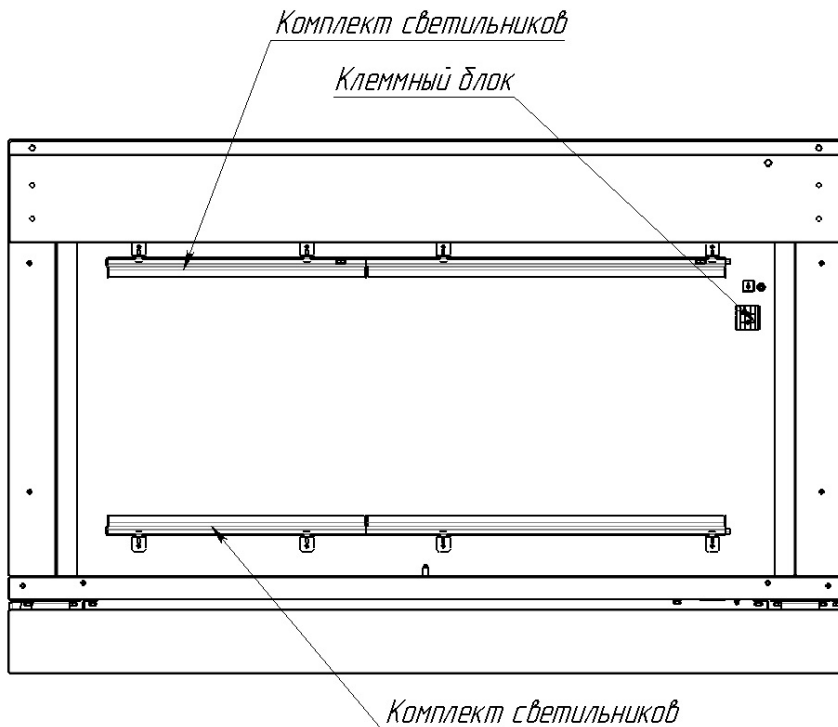

Рис. 2
находится на торце светильника, противоположном торцу, на котором расположен штекер. **Порядок соединения светильников определяется по монтажным отверстиям на задней стенке модуля, на который устанавливается комплект. Светильник 1 должен быть расположен ближе к клеммному блоку (см. рис. 2).**
2.5.5 Прикрепить собранные комплекты винтами М3 с полукруглой головкой, входящими в комплект поставки. Для этого в задней стенке модуля выполнены отверстия с резьбой. Наконечники кабелей электропитания завести в клеммный блок (см. рис. 2).